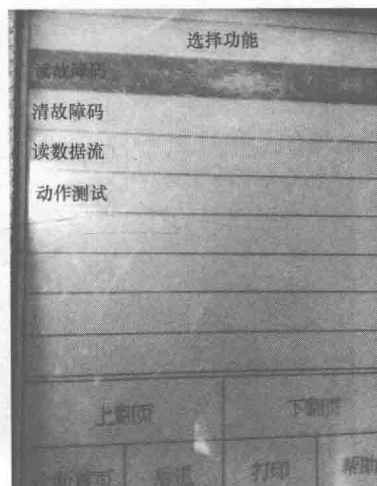
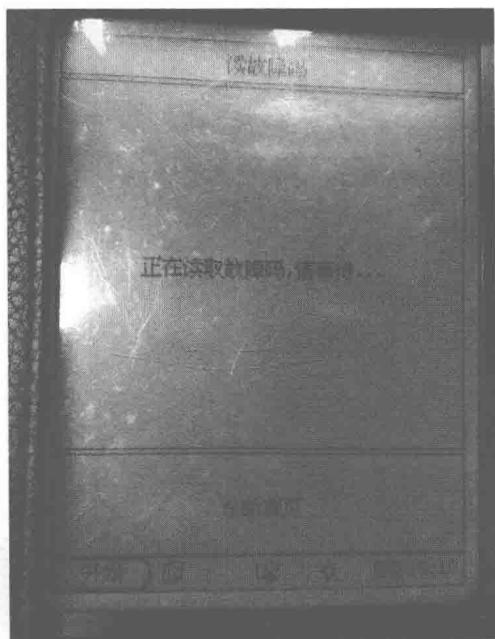

图 1-22 功能菜单
图 1-23 读取故障码
1) 首先启动诊断程序, 如进入“马自达动力控制系统”, 然后在功能菜单中点击“读取故障码”(图 1-22), X-431 开始读取故障码及故障内容(图 1-23)。